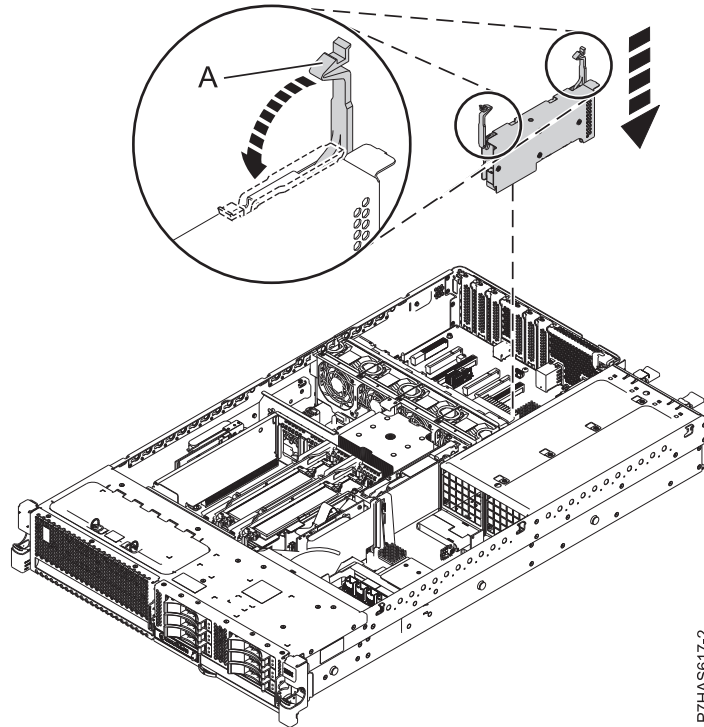

図 2. システムへの FC EJ0H の取り付け
9. 4 ページの図 2 に示すように、アダプターのラッチ (A) をオープン位置にして、新しいアダプターを取り付ける準備を行います。
12. 4 ページの図 2 に示すように、ラッチを均等に回転させてロック位置にします。